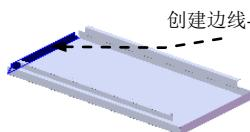
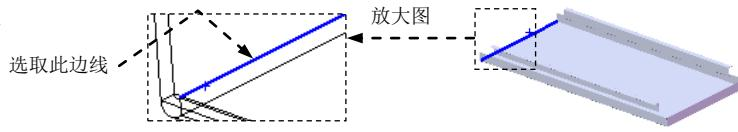

图 17.6.22 创建边线-法兰 12
图 17.6.23 定义特征的边线
Step12. 创建图 17.6.22 所示的边线一法兰 12。
(1) 选择命令。选择下拉菜单 **插入(I)** → **钣金(B)** → **边线法兰(E)...** 命令, 系统弹出“边线法兰”对话框。
(2) 定义特征的边线。选取图 17.6.23 所示的模型边线为生成的边线法兰的边线。
(3) 定义法兰参数。在 **角度(G)** 区域的 **文本框** 中输入角度值 90.0。在“边线法兰”对话框 **法兰长度(L)** 区域的下拉列表中选择 **给定深度** 选项, 在 **文本框** 中输入深度值 15.0。在此区域中单击“内部虚拟交点”按钮 。在 **法兰位置(N)** 区域中, 单击“材料在外”按钮 .
(4) 单击 按钮, 完成边线一法兰 12 的初步创建。